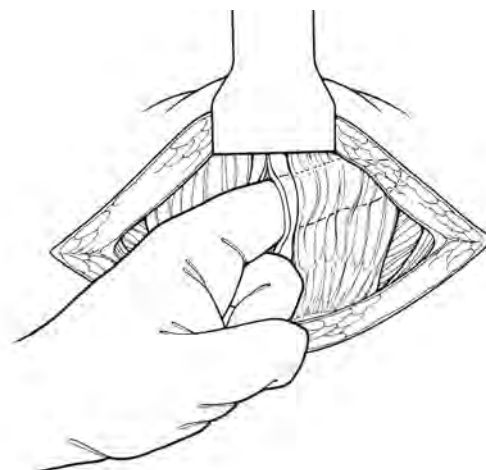

Figure 4-8. Ouvrir la ligne blanche
10. Procéder à une incision suprapubienne, diviser le fascia recti de façon transversale et écarter de sorte à ouvrir la ligne blanche pour atteindre l'espace prévésical. (**Figure 4-8**)